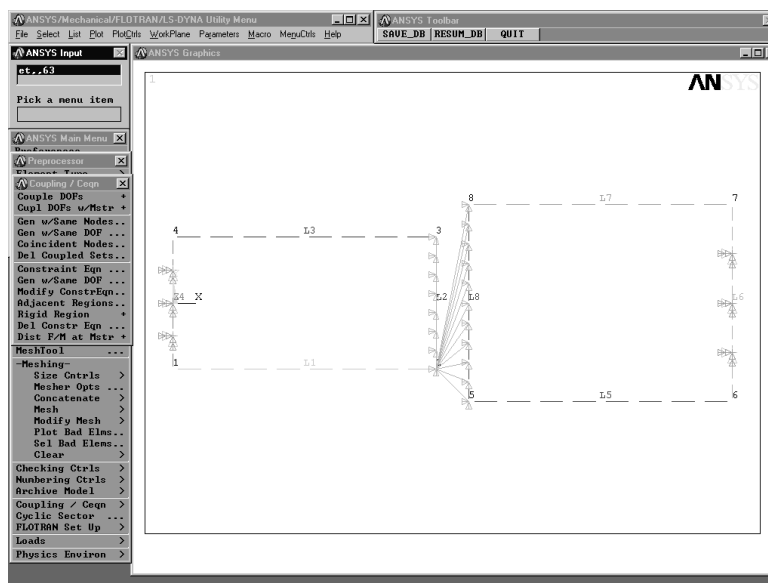

Рис. 10.3. Отображение связанных участков
12. Нажать ОК. (В результате выполненных операций все узлы на линиях L2 и L8 будут иметь одинаковые смещения в направлениях осей X и Y глобальной декартовой системы координат, см. рис. 10.3).